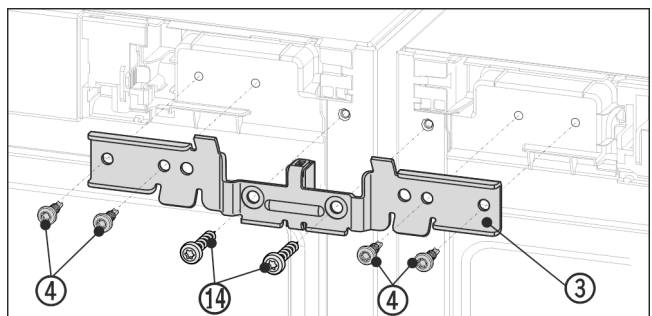

Fig. 13 Vejledende illustration
- ▶ Skub vinklen Fig. 13 (3) og afstandsstykket ind mellem apparaterne og på tappene. Skru vinklen løst på med fire skruer Fig. 13 (4) og de jordingsskruer Fig. 13 (14), der blev skruet ud forinden, skiftevis i højre og venstre side.